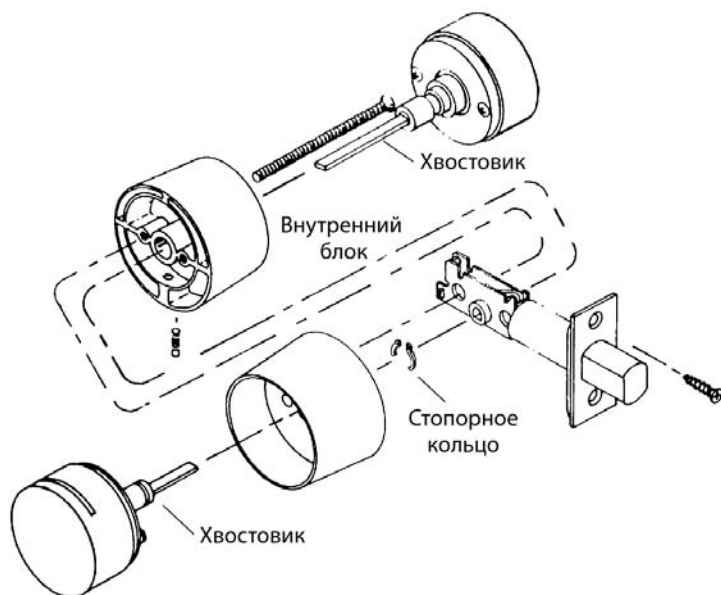

Рис. 7.6. Модель 485K Cor-Kit (С разрешения компании CorKey Control Systems, Inc)
9. Определить, какой блок комплекта Cor-Kit является внутренним, а какой наружным. Наружный блок имеет пружинное кольцо на центральной соединительной втулке; внутренний — отверстие в нижней части корпуса для монтажного винта (рис. 7.6).